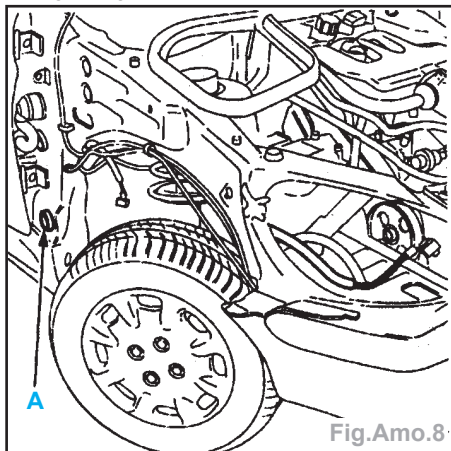

Fig.Amo.8
- Engager l'aile dans la butée (A) de centrage (Fig.Amo.8).